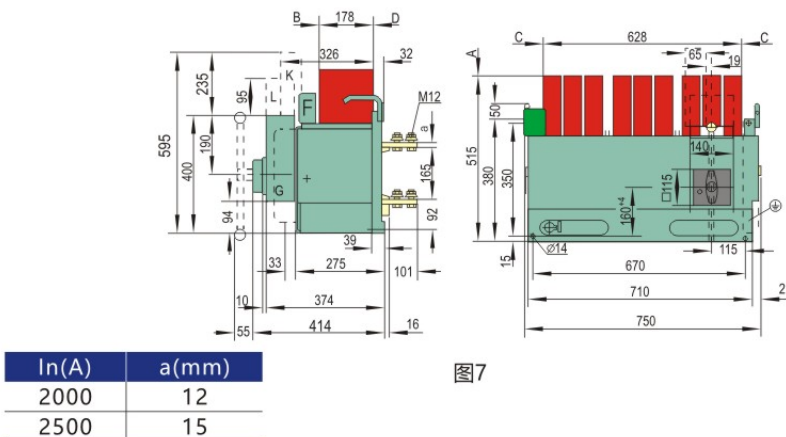
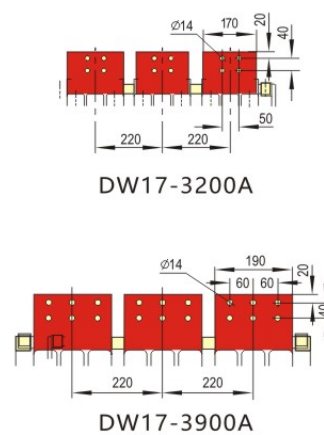
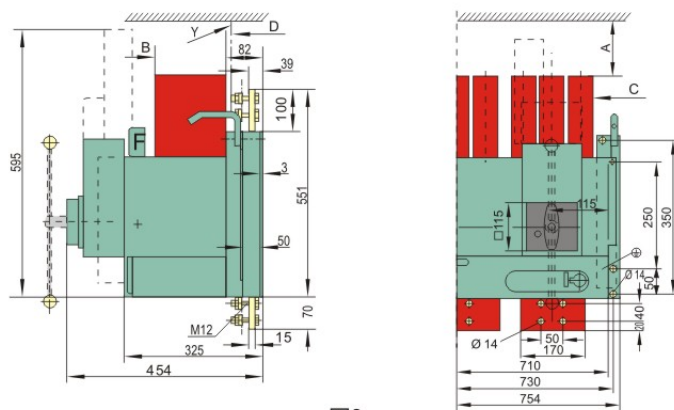

图7
图8
图9
3. DW17-3200 ~ 3900 固定式(见图7、图8、图9)。